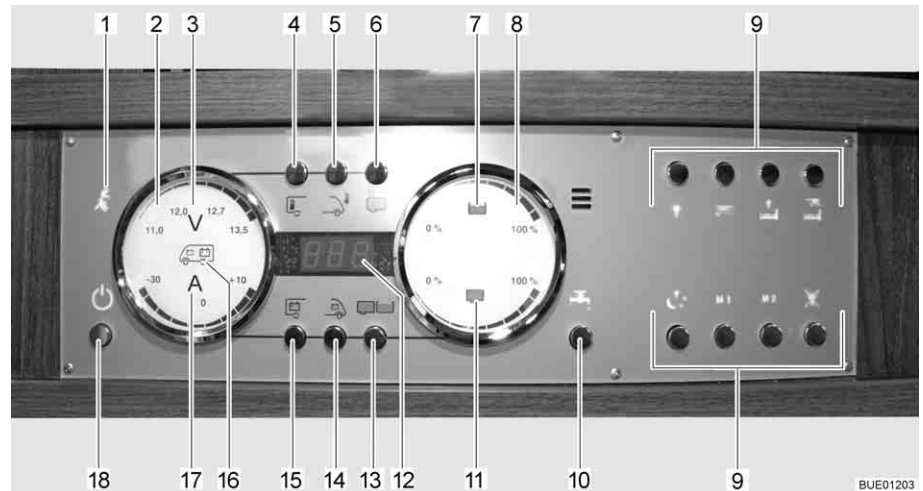

Fig. 134 Pannello di controllo LT 510
La spia di controllo a 230 V (Fig. 134,1) si accende quando all'ingresso della centralina elettrica è presente una tensione di rete.
L'interruttore principale a 12 V (Fig. 134,18) inserisce o disinserisce il pannello di controllo e l'alimentazione a 12 V dell'abitacolo.
- Premere brevemente il tasto dell'alimentazione a 12 V (Fig. 134,18). L'alimentazione a 12 V dell'abitacolo è inserita. L'indicatore di controllo "12 V" si accende.
- ▷ Se dopo l'accensione il LED "11,0" dell'indicazione dei Volt nonché il simbolo dei Volt "V" (Fig. 134,3) nell'indicatore delle batterie (Fig. 134,2) lampeggiano, significa che la tensione della batteria dell'abitacolo è insufficiente. Caricare la batteria.
- ▷ Se dopo l'accensione l'indicatore di controllo "12 V" e il simbolo dei Volt "V" (Fig. 134,3) lampeggiano tre volte, significa che la separazione della batteria è attivata. Disattivare la separazione della batteria.
- Premere brevemente il tasto dell'alimentazione a 12 V (Fig. 134,18). L'alimentazione a 12 V dell'abitacolo è disinserita. L'indicatore di controllo "Alimentazione a 12 V" si spegne.
- Premere il tasto della batteria dell'abitacolo (Fig. 134,15) e tenerlo premuto per ca. 10 secondi. Il simbolo dei Volt "V" (Fig. 134,3) e l'indicatore di controllo "12 V" lampeggiano tre volte. La batteria dell'abitacolo è separata dalla rete di bordo da 12 V.
- Premere il tasto "Alimentazione a 12 V" (Fig. 134,18) e tenerlo premuto per ca. 5 secondi. Il simbolo dei Volt "V" (Fig. 134,3) e l'indicatore di controllo "12 V" lampeggiano tre volte. La batteria dell'abitacolo è collegata alla rete di bordo a 12 V. L'indicatore di controllo si accende dopo ca. 5 secondi.
- Premere il tasto della batteria dell'abitacolo (Fig. 134,15). Il simbolo dei Volt "V" (Fig. 134,3) si accende. Il simbolo degli Ampere "A" (Fig. 134,17) diventa bianco o rosso a seconda del caricamento o dello scaricamento. La tensione della batteria e la corrente della batteria dell'abitacolo vengono indicate attraverso i LED nell'indicatore.
- Premere il tasto della batteria di avviamento (Fig. 134,14). Il simbolo dei Volt "V" (Fig. 134,3) si accende. La tensione della batteria della batteria di avviamento viene indicata attraverso i LED nell'indicatore.
- Premere il tasto dei serbatoi (Fig. 134,13). I simboli del serbatoio dell'acqua (Fig. 134,7) e del serbatoio delle acque grigie (Fig. 134,11) si accendono. I livelli di riempimento del serbatoio dell'acqua (scala superiore) e del serbatoio delle acque grigie (scala inferiore) sono indicati dai LED nell'indicatore.
Il simbolo del serbatoio dell'acqua (Fig. 134,7) o il simbolo del serbatoio delle acque grigie (Fig. 134,11) lampeggia se il serbatoio dell'acqua è vuoto o il serbatoio delle acque grigie è pieno.
Attraverso l'indicatore digitale (Fig. 134,12) è possibile visualizzare la temperatura interna e la temperatura esterna.